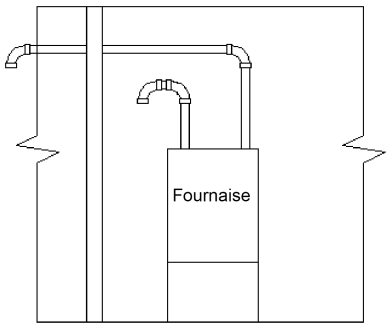

Figure 7. Prise d'air comburant indirecte
Si la configuration fait appel à l'air intérieur ou au système d'évent indirect, la prise d'air comburant de la fournaise doit être protégée contre les blocages. Si l'air comburant est tiré du haut, utilisez un agencement à coude double. Si l'air comburant est acheminé latéralement, utilisez un seul coude et orientez-le vers le bas. (Figure 7)
- Pour l'évacuation non directe, les longueurs indiquées sont autorisées pour l'évacuation. L'admission doit avoir un raccord tuba de 1½" ou 2" (Figure 7)